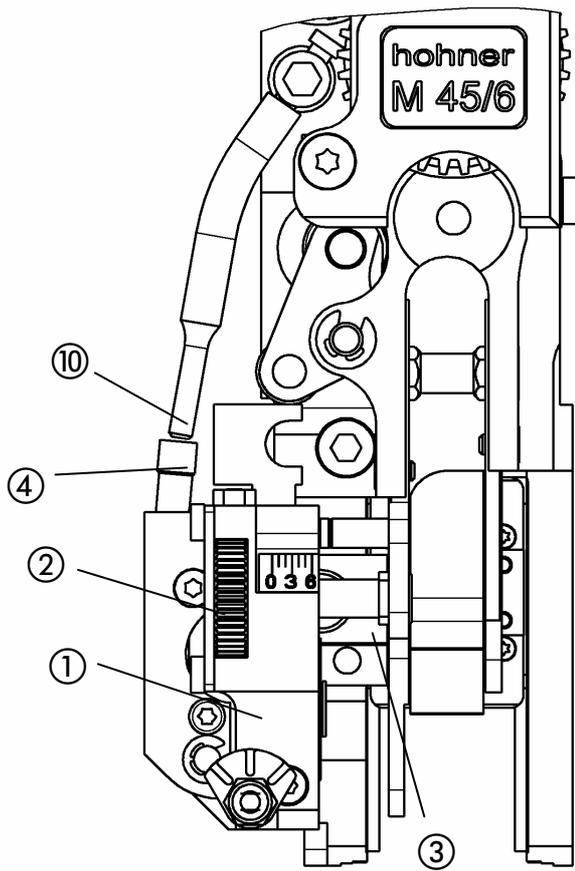

Abb. 23
- Abb. 23 -
- Zum Austausch der Messer Messerkasten ① durch Drehen des Rändelrads ② ganz aus der Führung ③ herausfahren und von Heftkopf abnehmen.
- Messerschieber ⑤ wieder in den Messerkasten ① einbauen (Pfeil B). Dabei Druckfeder des Messerschiebers mit einem Schraubendreher zusammendrücken und in den Messerkasten einschieben. Beachten, dass Druckfeder nicht umgebogen wird.
- Messerkasten ① auf die Führung ③ aufsetzen.
- Drahtzuführung ⑩ in Bohrung ④ am Messerkasten stecken.